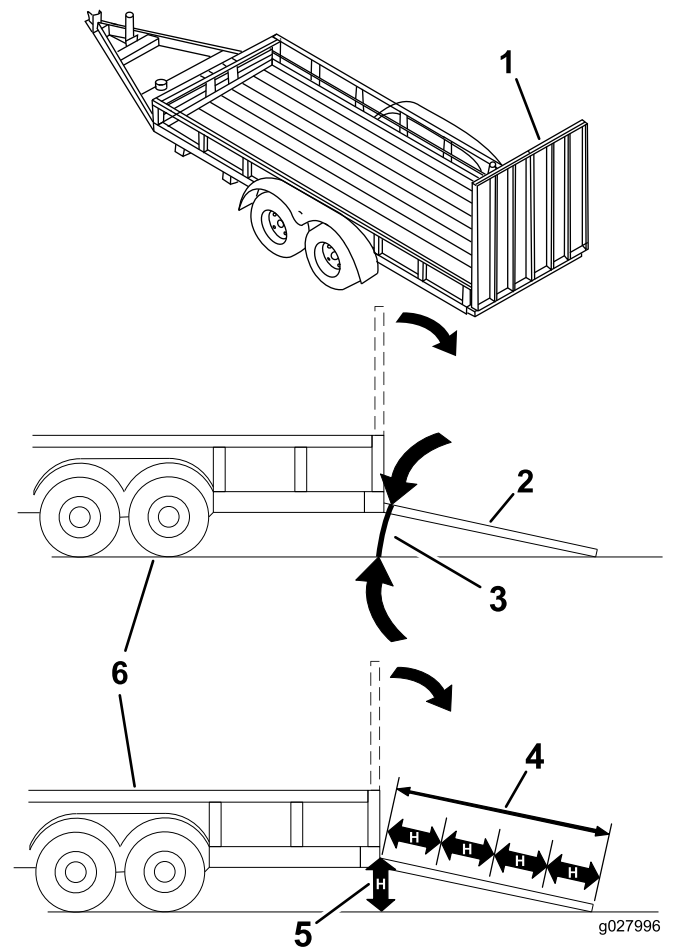

Bild 38
Das Laden einer Maschine auf einen Anhänger oder einen Lastwagen erhöht die Umkipppgefahr und könnte schwere oder tödliche Verletzungen verursachen (Bild 38).
3. Senken Sie die Rampe ab und stellen Sie sicher, dass der Winkel zwischen der Rampe und dem Boden höchstens 15 Grad beträgt (Bild 38).
1. Senken Sie die Rampe ab und stellen Sie sicher, dass der Winkel zwischen der Rampe und dem Boden höchstens 15 Grad beträgt (Bild 38).